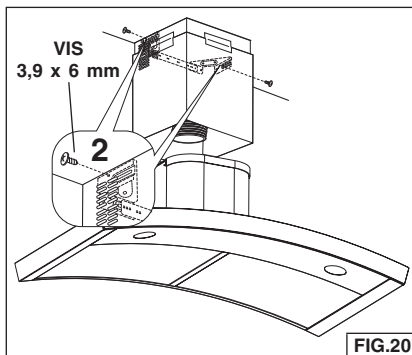

FIG.20
7. Soulevez le conduit décoratif en place. Fixez le conduit supérieur à la bride de montage avec (2) vis de 3,9 x 6 mm. Fig. 20.